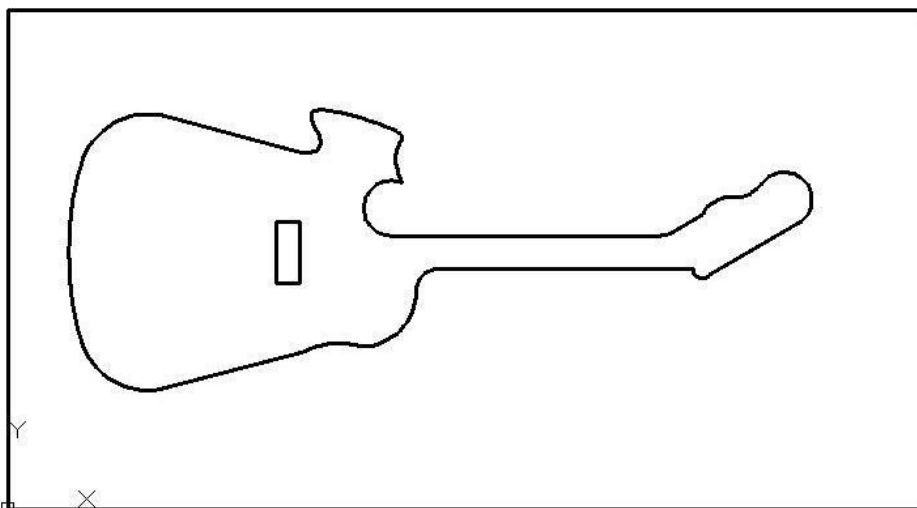
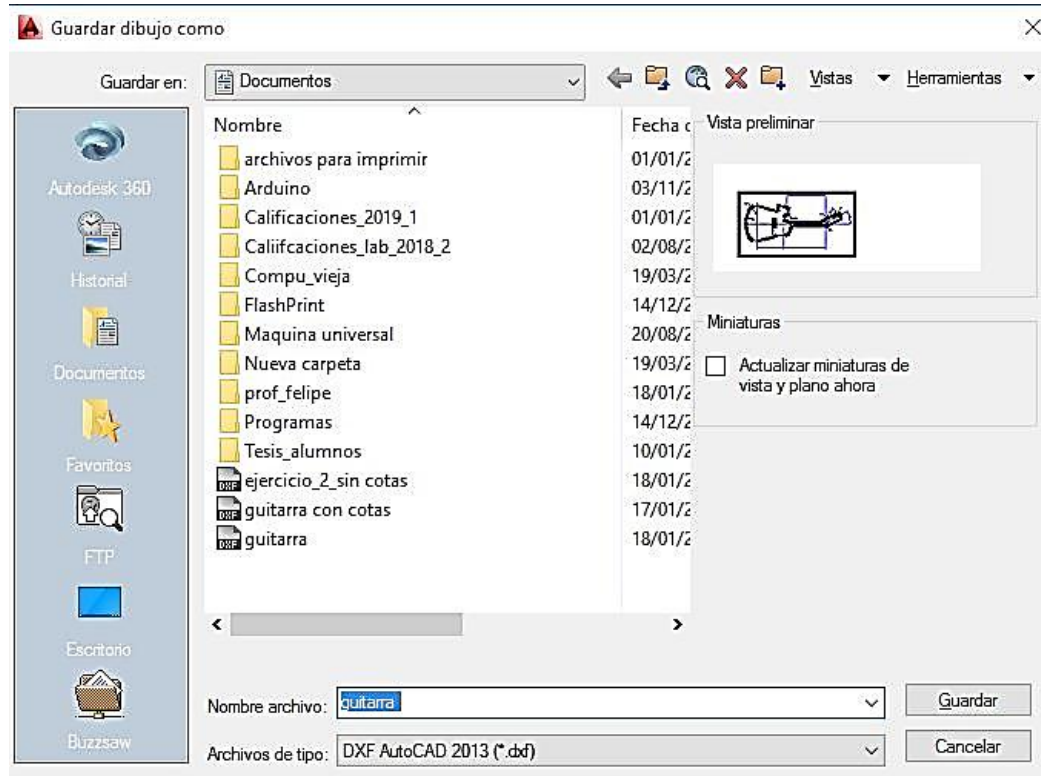

Figura 6.4
Figura 6.5.
2. Una vez realizado el dibujo (excluyendo cotas y líneas de eje) figura 6.4, guarde el dibujo en formato .DXF, figura 6.5.